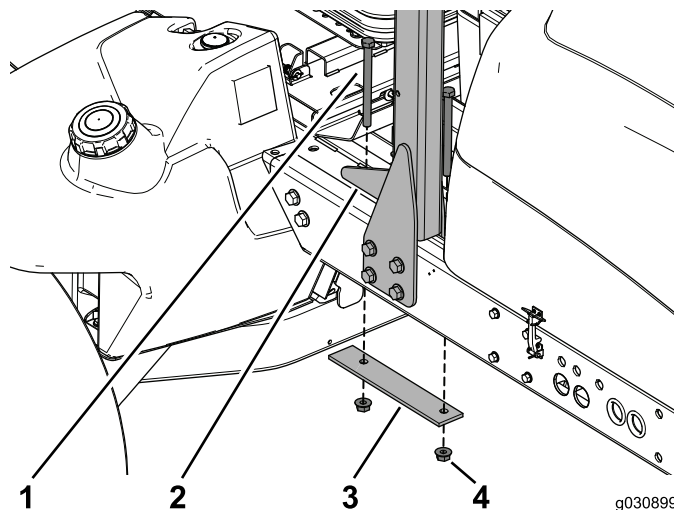

Bild 2
3. Entfernen und bewahren Sie die zwei Schrauben, die die Verstärkungsplatte und die Bundmuttern auf, mit denen der Überrollschutz oben am Rahmen befestigt ist (Bild 2).